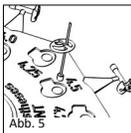

Abb. 5
■ **Abb. 5** Die TTP®VARIAC Prothese wird entsprechend der vorher ermittelten Länge (siehe oben: Anwendung der Sizer Disk) in die dafür vorgesehene Vertiefung an der Sizer Disk eingeführt. Dieser Vorgang sollte mittels der optional lieferbaren Titanpinzette (REF 8000 136) erfolgen.
■ **Fig. 5** The TTP®VARIAC prosthesis is inserted in the purpose-designed recess in the sizer disk according to the length calculated beforehand (see below: Using the sizer disk). This procedure should be carried out using the titanium forceps (REF 8000 136) supplied separately.